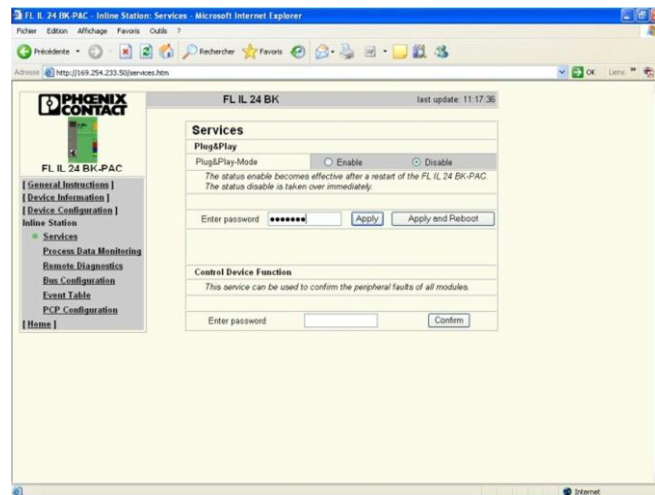

Figure 11. Disable the Plug&Play mode.
13. Click on the « Apply » button (see Figure 11).